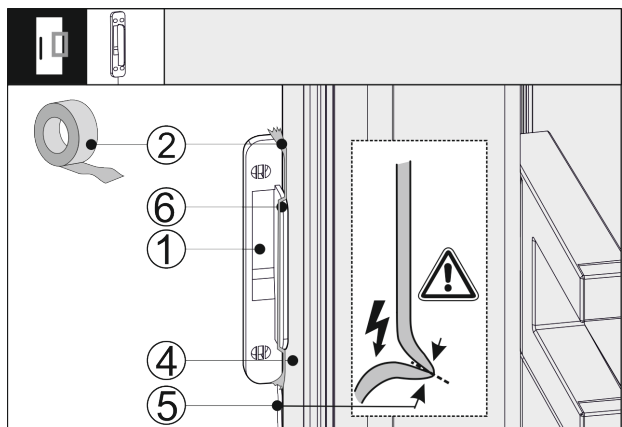

Fig. 42
- ▶ Pridėkite beldimo jutiklį Fig. 42 (1) šone prie prietaiso durų Fig. 42 (4), kad atrama Fig. 42 (6) priglustų prie prietaiso durų Fig. 42 (4). Jutiklio kabelis Fig. 42 (5) yra šiek tiek įtemptas ir taip pat priglunda prie prietaiso durų Fig. 42 (4).
- ▶ Užfiksuokite stuksenimo jutiklį Fig. 42 (1) lipnia juosta Fig. 42 (2). Stuksenimo jutiklis vėliau prisukamas baldų priekyje.